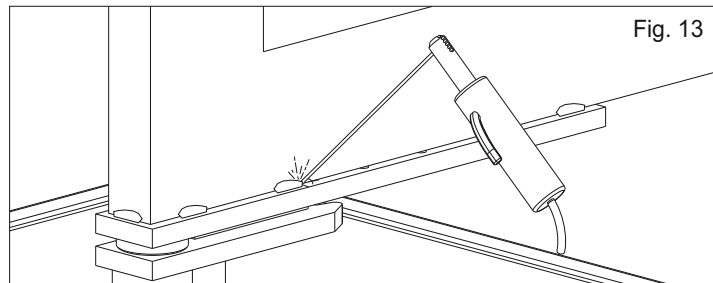

Fig. 13
3.2. soldar con cuidado el conjunto hoja a la hoja de la cancela realizando una fijación por tramos de aprox. 3-4 cm a lo largo de la superficie de contacto evitando la soldadura en las cercanías de los huecos que tienen rosca, además de hacer en modo que venga respetada la perpendicularidad con las asas de rotación (Fig. 13)